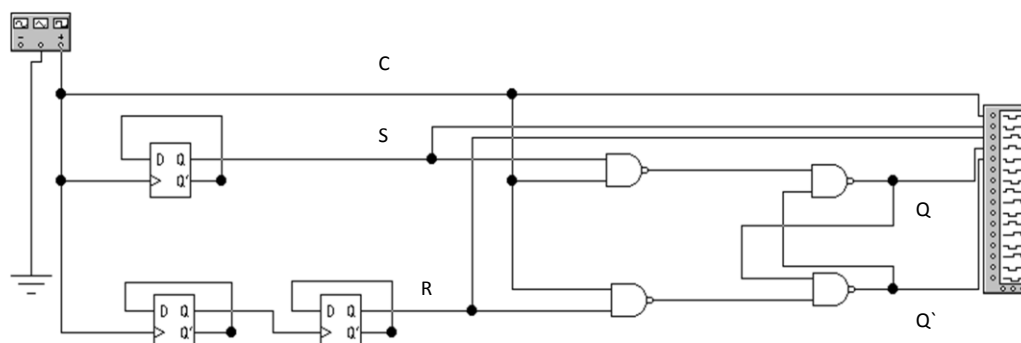

Fig. 4. Schema electrică pentru studierea bistabilului RS sincron în regim dinamic de lucru.
2.3. Construiți schema prezentată în Fig. 4.